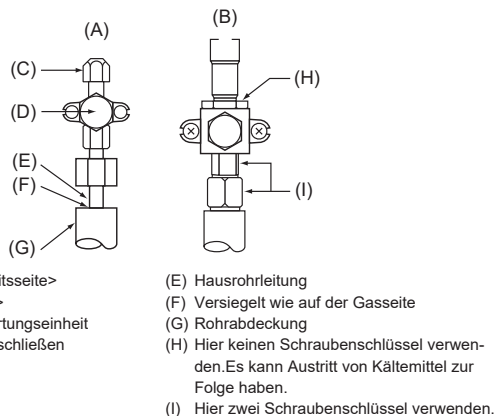

Abb. 4-5
4.4. Verfahren zum Prüfen der Rohre auf Dichtigkeit (Abb. 4-5)
- Vergewissern Sie sich, dass die Ventile (A) (B) geschlossen sind und öffnen Sie sie nicht.
- Bauen Sie über die Wartungseinheit (C) des Flüssigkeitsventils (A) Druck in den Kältemittelleitungen auf.